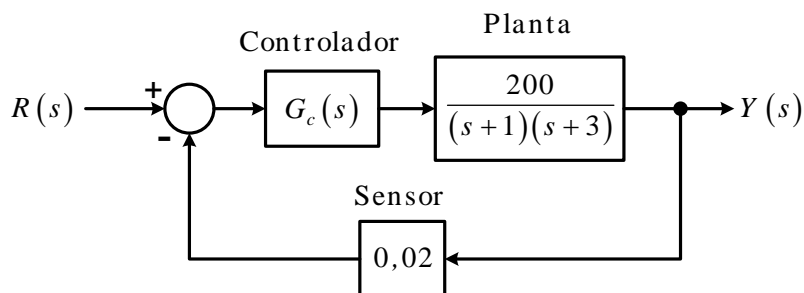

Figura 12
15. Considere o sistema de controle de um gerador DC ilustrado na Figura 12. Suponha que o sistema é estável para todas as situações analisadas neste problema e que os sinais de entrada e saída são medidos em volts.